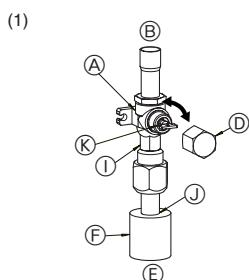
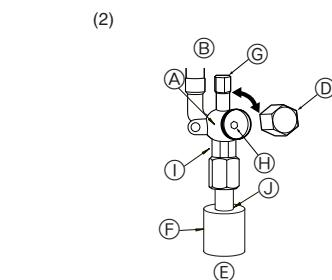

Fig. 4-5
Fig. 4-6
#### (1) Côté gaz de P71-140 (Fig. 4-5)
- ① Enlever le capuchon, ramener la poignée vers soi et la tourner d'un quart de tour en sens inverse des aiguilles d'une montre pour ouvrir la vanne.
- ② Vérifier que la vanne d'arrêt est complètement ouverte, appuyer sur la poignée et tourner le capuchon pour le ramener sur sa position d'origine.
- #### (2) Côté liquide de P71-140 (Fig. 4-6)
- ① Retirez le bouchon, et tournez la tige de souape à fond dans le sens antihoraire avec une clé hexagonale de 4 mm. Arrêtez de tourner quand elle frappe la retenue. (ø9,52: env. 10 tours)